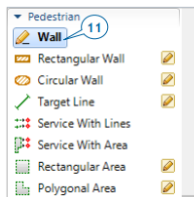

Рисунок 12.6 – Пішохідна зона палітри *Space Markup*
11. Розгорніть пішохідну зону палітри *Space Markup palette's Pedestrian area*, а потім двічі клацніть на піктограмі елемента *Wall*, щоб увімкнути режим малювання стіни (рис. 12.6).